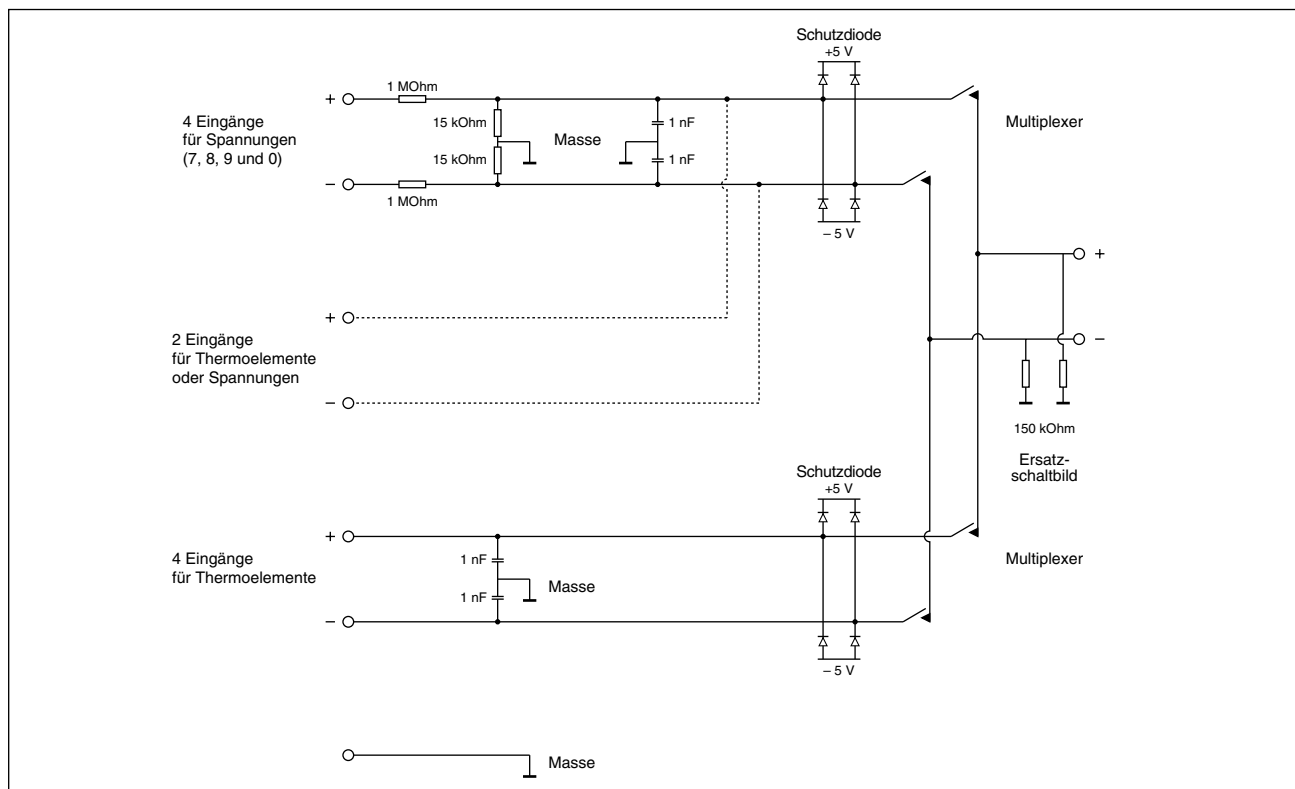

Abbildung B-1. Blockschaltbild der Eingänge des OM3000
- Die übrigen beiden Eingänge können wahlweise für Spannungs- oder Temperaturmessungen verwendet werden. Die Auswahl der Meßart erfolgt über die Kanalnummer (5/6 für Temperatur- und 9/0 für Spannungsmessungen). Die Eingänge "teilen" sich die Eingangskreise und unterscheiden sich lediglich durch einen zusätzlichen Spannungsteiler (s. Abbildung B-1).